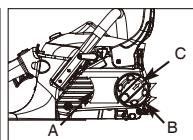

Fig. 3B
3. Løsn knappen (C) lidt, ved at dreje den mod uret, og drej derefter kædespændingsringen (B) mod uret for at løsne kædespændingen (Fig.3B).
4. For at fjerne tandhjulsafdækningen (A), skal du dreje knappen (B) mod uret. (Fig.3B)